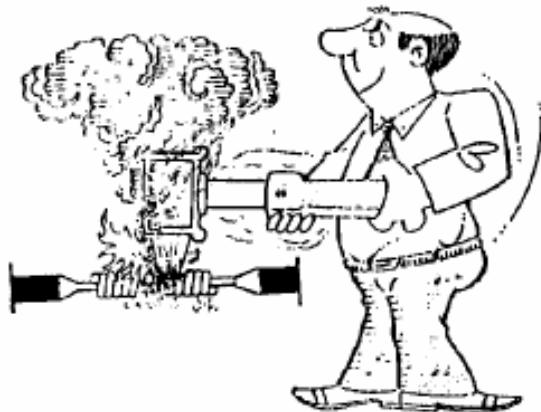

Figura 10.65
- Mantenha o ferro de soldar encostado numa emenda ou conexão pelo tempo estritamente necessário. Caso ultrapasse esse tempo, pode haver o comprometimento da soldagem (**figura 10.65**).